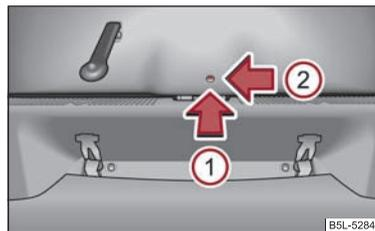

Fig. 29 Sbloccaggio di emergenza del portellone bagagliaio
- Introdurre un cacciavite o un attrezzo simile nell'apertura del rivestimento nel senso indicato dalla freccia ① ⇒ fig. 29 fino all'arresto.
- Sbloccare lo sportello nel senso indicato dalla freccia ②.